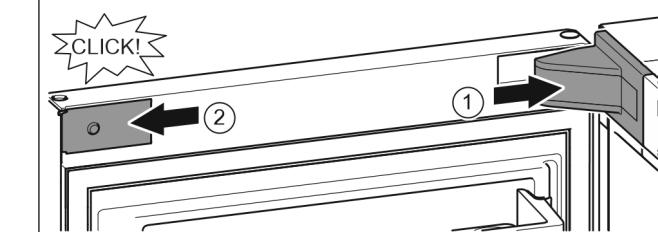

Fig. 22
- Nasadte a zaklapněte kryt stojanu ložiska, příp. opatrně odtlačte od sebe. Fig. 22 (1)
- Z boku nasadte záslipku a zaklapněte. Fig. 22 (2)